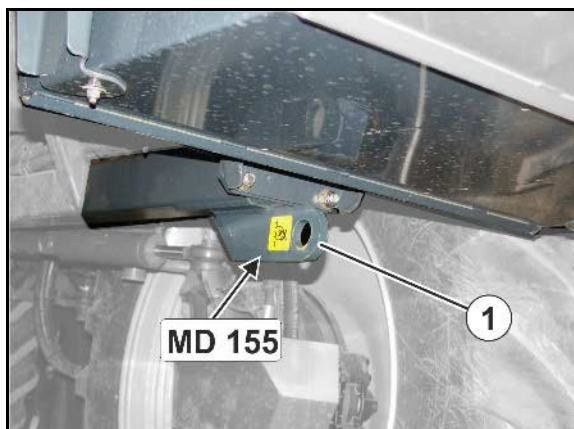

Bild 4
- 1 surrningspunkt framtill (Bild 4/1)